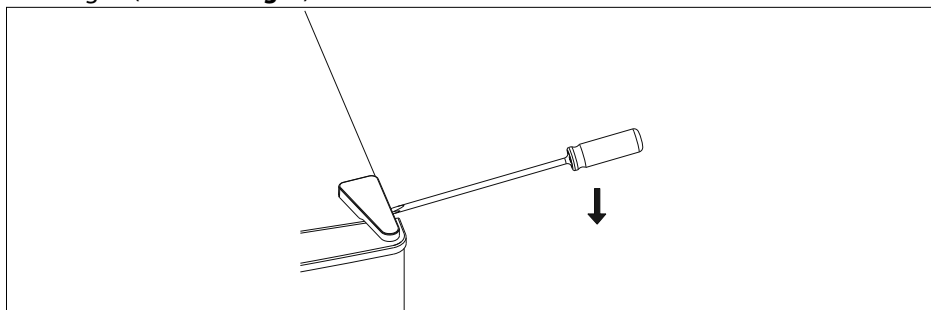

Fig. 2
- ▶ Svuotare il frigorifero ed estrarre il ripiano a griglia (10).
- ▶ Rimuovere il copricerniera sul lato destro, ad esempio con l'aiuto di un cacciavite a taglio (vedere la **fig. 2**).